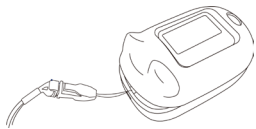

Abbildung 4 Anbringen des Tragbands
Schritt 1. Siehe Abbildung 4 und legen Sie die AAA-Batterien sorgfältig in die richtige Richtung ein.